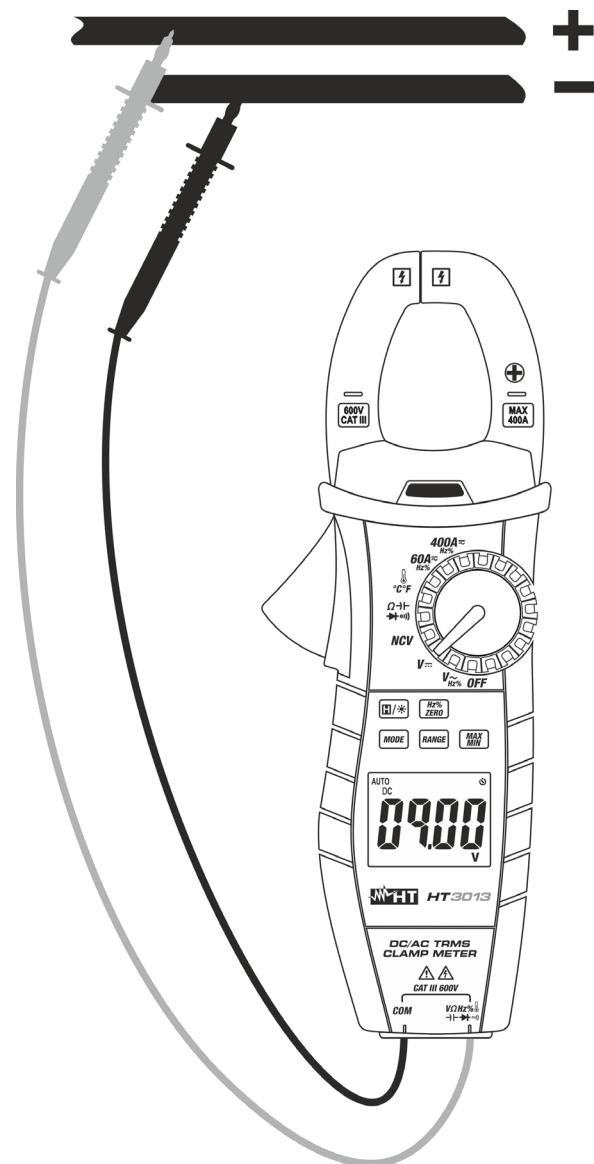

Fig. 3 : Utilisation de l'instrument pour mesure de Tension DC
3. Positionner les embouts sur les points désirés du circuit sous test (voir Fig. 3). La valeur de tension apparaît à l'écran.
5. L'affichage du symbole « **-** » sur l'écran de l'instrument indique que la tension a une direction opposée par rapport à la connexion de Fig. 3